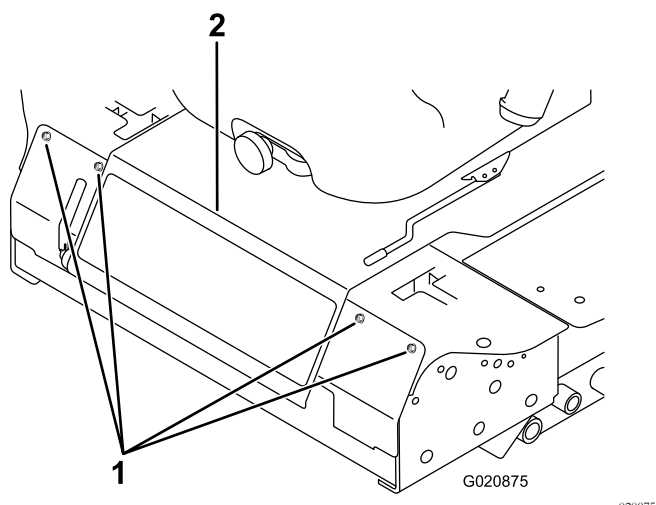

Figura 51
2. Togliete i bulloni che fissano il pannello anteriore, e rimuovete il pannello (Figura 51).